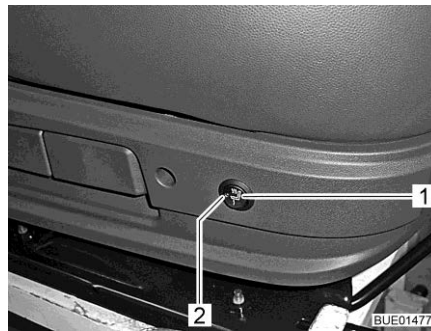

Fig. 36 Interrupteur du chauffage de siège
- Appuyer sur l'interrupteur (Fig. 36,1) situé à l'arrière, du côté gauche de la console de siège.
La DEL (Fig. 36,2) est allumée quand le chauffage de siège fonctionne.
- Placer l'interrupteur (Fig. 36,1) en position intermédiaire. La DEL s'éteint.